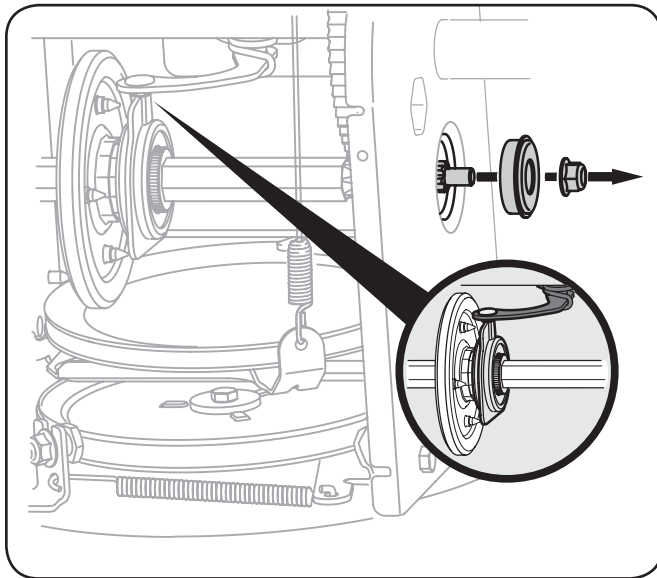

Figura 7-9
5. Retire con cuidado la tuerca hexagonal y la arandela que sujetan el eje hexagonal al marco de la máquina quitanieve, y golpee suavemente el extremo del eje para desplazar el cojinete de bolas del lado derecho del marco. Vea la Figura 7-9.